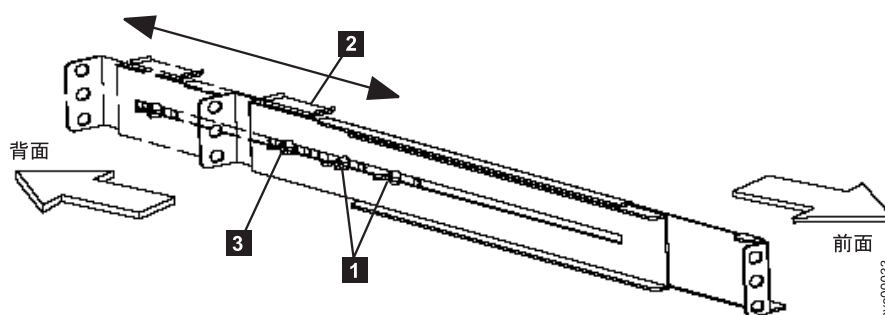

図 132. 2145 UPS-1U でのレールの縦の長さの調整
3. 両方のレール・アセンブリのアセンブリ・ウィング・ナット **1** (図 132) を緩め、ラックの縦の長さに合わせてレール・サイズを調整します。
4. 後部の押さえブラケット **2** をレール・アセンブリの端に位置付け、ウィング・ナット **3** を締めます。図 132 を参照してください。